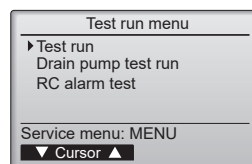

Fig. 7-4
- ④ Sélectionnez "Test run" (Test fonctions) à l'aide du bouton [F1] ou [F2] puis appuyez sur le bouton [SELECT/HOLD] (SÉLECTION/EN ATTENTE). (Fig. 7-4)